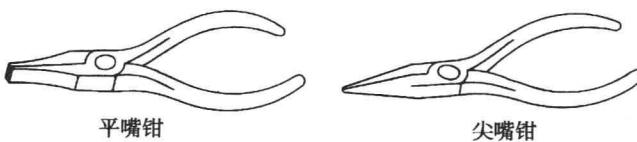

图 1—7 工钳
(2) 锉。锉可准备 10~15 cm 的钳工锉和半圆锉。一套钟表整形锉如图 1—8 所示。